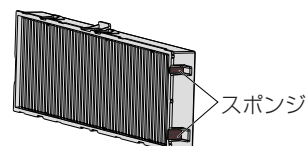

図 2
- プロジェクター本体への取り付けの際に、エアフィルターユニットの短辺側の端面にあるスポンジ（図 2）が外れないようにご注意ください。